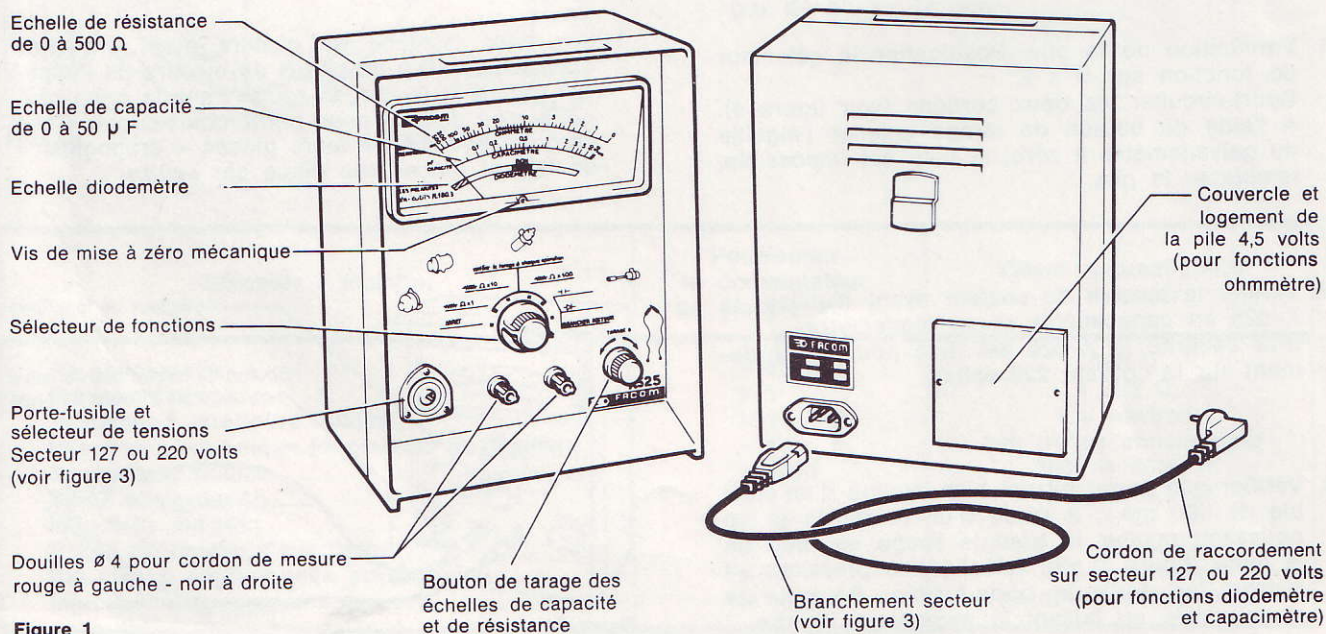
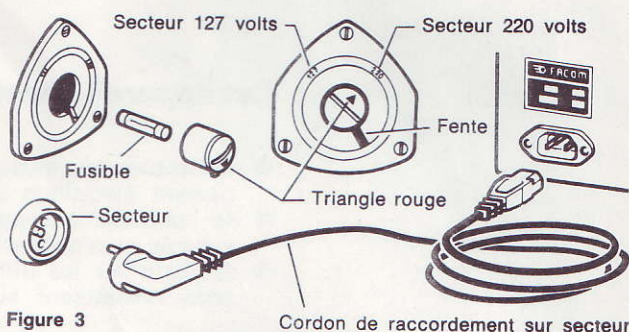

Figure 1
Figure 3
- Si le secteur est 127 V, positionner le sélecteur de tensions (voir figure 1 en bas à gauche et figure 3) en plaçant à l'aide d'un tournevis le triangle rouge en face de 127.
- Raccorder le cordon d'alimentation secteur sur la prise à trois broches plates, encastrée à l'arrière en bas et à gauche de l'appareil (figure 3).
- S'assurer que l'aiguille de l'indicateur est bien sur le zéro à gauche du cadran. Sinon l'ajuster en agissant à l'aide d'un tournevis de 3 mm sur la vis de mise à zéro située au milieu et en bas du cadran (voir figure 1).
- Vérifier que l'appareil est bien équipé d'un fusible de 100 mA : à l'aide d'un tournevis et en poussant, amener le triangle rouge en face de la fente (figure 3). En relâchant la pression, un ressort fait sortir le porte-fusible. Remplacer le porte-fusible en faisant la manœuvre inverse.